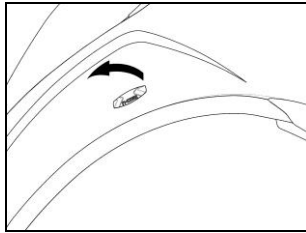

Fig. 2
- Retirer le cache N-Com situé sur le côté gauche du casque. Pour faciliter l'opération, il est recommandé de pousser le cache depuis l'intérieur du casque (Fig. 2).